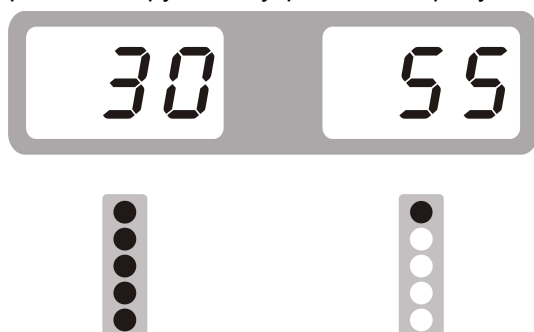

Рис.11
3.3 Медленно вращайте шину против часовой стрелки вручную до тех пор, пока не загорятся все индикаторы с внутренней стороны, в точке 12 часов находится точка дисбаланса плоскости выравнивания. Плоскости выравнивания баланса такие, как показано на рисунках ниже. Приклейте соответствующийбалансирующий груз на внутреннюю сторону обода колеса. См. рис.11